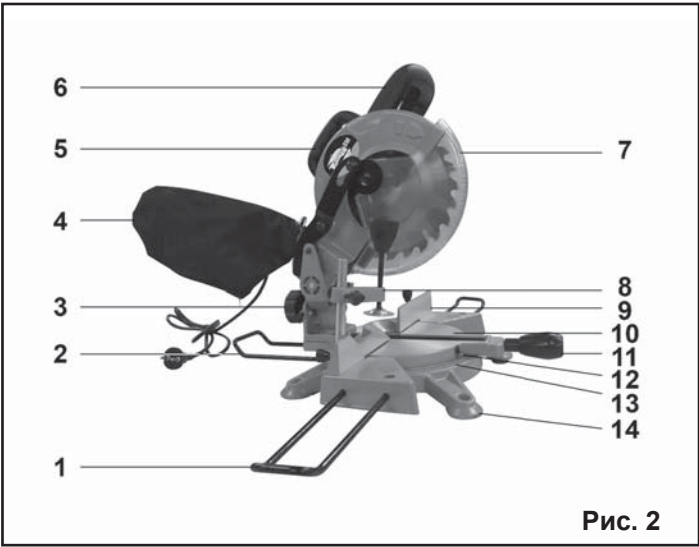

Рис. 2
8. УСТРОЙСТВО ПИЛЫ (Рис. 2, 3)
9.4. Монтаж, Рис. 2- 6
9.5. Установка поворотного стола в положение 0°, Рис. 2- 6